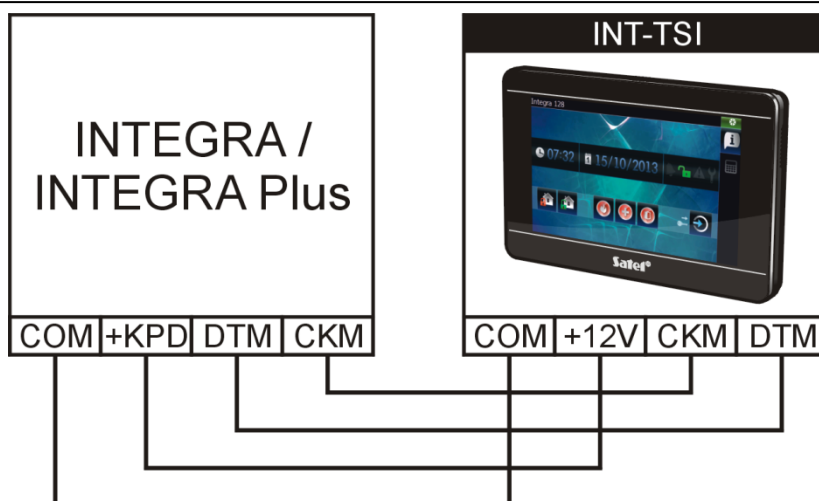

Рис. 4. Способ подключения клавиатуры к прибору.
8. Клеммы DTM, СКМ и СОМ клавиатуры подключите к соответствующим клеммам шины клавиатур приемно-контрольного прибора (см.: рис. 4). Для подключения следует использовать простой незэкранированный кабель. В случае использования кабеля типа «витая пара» следует помнить, что сигналы СКМ (clock) и DTM (data) не должны передаваться одной витой парой проводов. Провода должны подводиться в одном кабеле. Длина проводов не должна превышать 300 м.